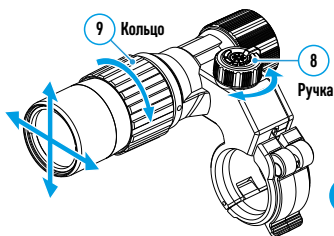

Рис. 2
- Включите ИК-осветитель, нажав кнопку (7) на боковой поверхности корпуса фонаря.
- Вращением ручки (8) ИК-осветителя отрегулируйте мощность освещения.
- Для юстировки положения светового пятна в поле зрения прицела ослабьте кольцо (9) ИК-осветителя, повернув его по направлению стрелки на рис. 2.
- С помощью направления шарнирной системы объектива ИК-осветителя добейтесь необходимого положения светового пятна в поле зрения вашего прицела. После успешной регулировки зафиксируйте кольцо (9) ИК-осветителя.
- Выключите ИК-осветитель, нажав на кнопку ИК (7).